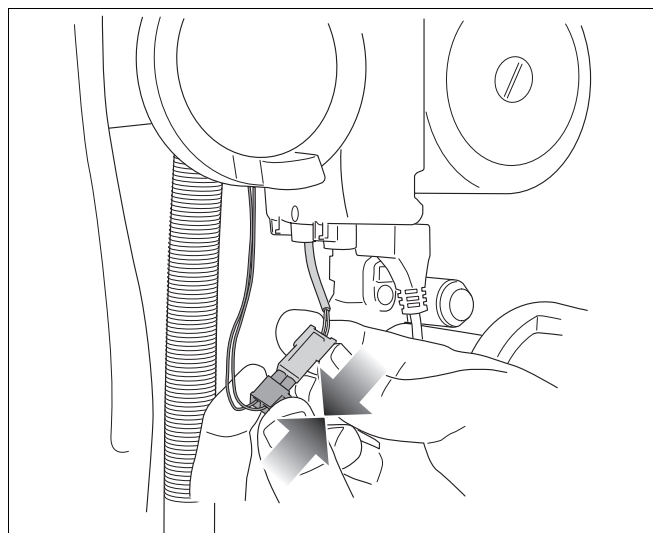

fig. 16 Aansluiten stekker van de tachokabel op pomp
- Sluit de stekker van de tachokabel (modulerende pomp) (fig. 16) aan op de pomp.